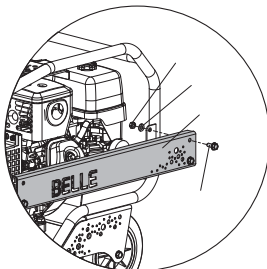

рис. 1
1. Снять левый щиток, 4 болта М8, гайки и шайбы (см. рис. 1)